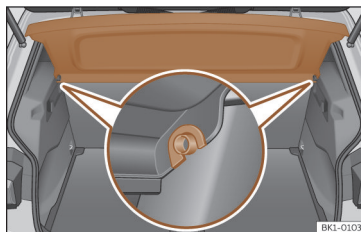

Fig. 162 Na bagageira: desmontar e montar a chapeleira.
- Desencaixe a chapeleira dos suportes laterais >>> **Fig. 162** puxando-a para cima e retire-a.
- Introduza a chapeleira horizontalmente fazendo coincidir a «fechadura» sobre o eixo dos suportes >>> **Fig. 162**, e pressione para baixo até que encaixe.